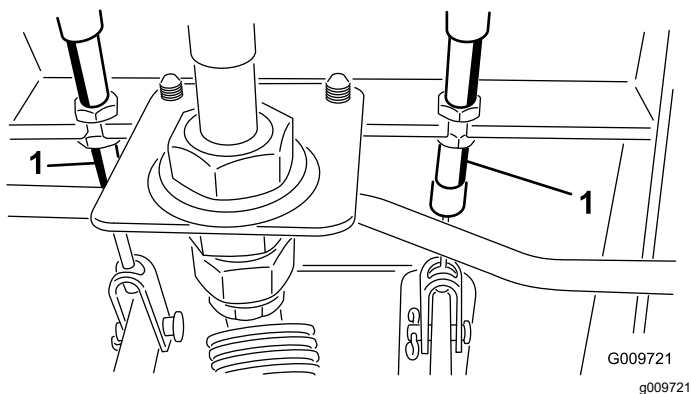

Рисунок 117
- A. Отпустите переднюю гайку на резьбовом конце троса тормоза (Рисунок 117).